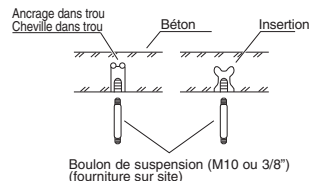

Fig. 3-3
- Insérer les boulons de suspension de la manière indiquée en Fig. 3-3.
- Visser les boulons de suspension, en les laissant sortir du plafond de la manière indiquée en Fig. 3-3. (Couper le matériau de plafond, si nécessaire.)